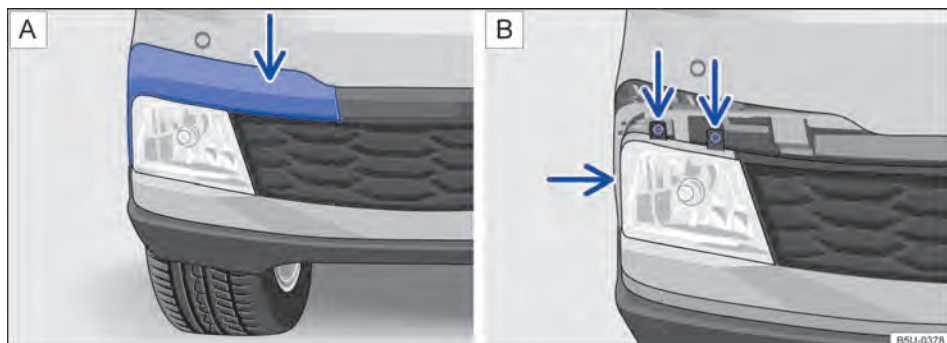

Fig. 183 No para-choque dianteiro: **A** desinstalar a moldura do farol de neblina e **B** retirar os parafusos do farol de neblina.
- 2 Desencaixar a moldura, cuidadosamente → ⌚, primeiramente pelo local indicado pela seta → Fig. 183 **A**. Remover completamente para acessar os parafusos do farol de neblina.
- 3 Remover os parafusos de fixação indicados pelas setas → Fig. 183 **B**.